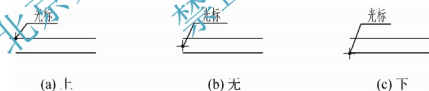

图 3-9 多线的对正方式
(1) **【对正(J)】**：设定多线的对正方式，即光标与多线的哪个元素的端点对齐，如图 3-9 所示有上(T)、无(Z)、下(B)三个子选项。